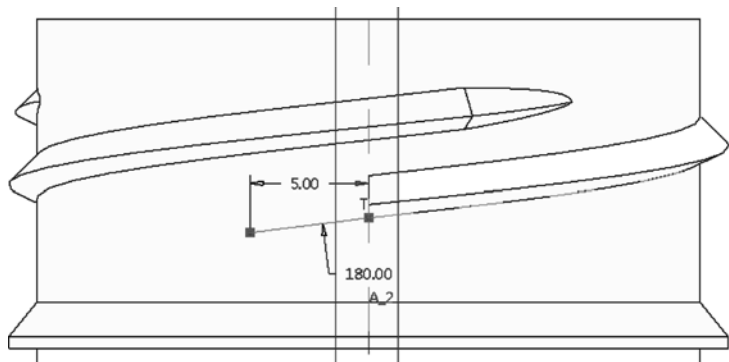

图 13-93 绘制圆弧
- 5 单击“参考”按钮指定合适的绘图参照，接着使用圆弧工具绘制如图 13-93 所示的线条，注意该圆弧的相切约束关系。单击“确定”按钮.